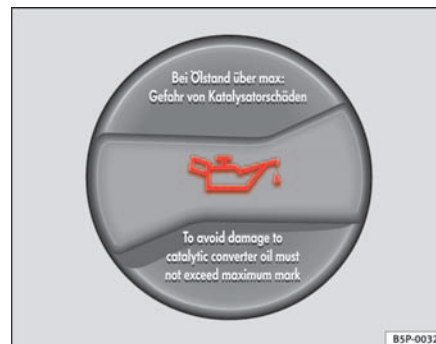

Fig. 162 Vano motore: tappo del bocchettone di rifornimento dell'olio motore
- Svitare il tappo del bocchettone di rifornimento dell'olio motore ⇒ fig. 162.